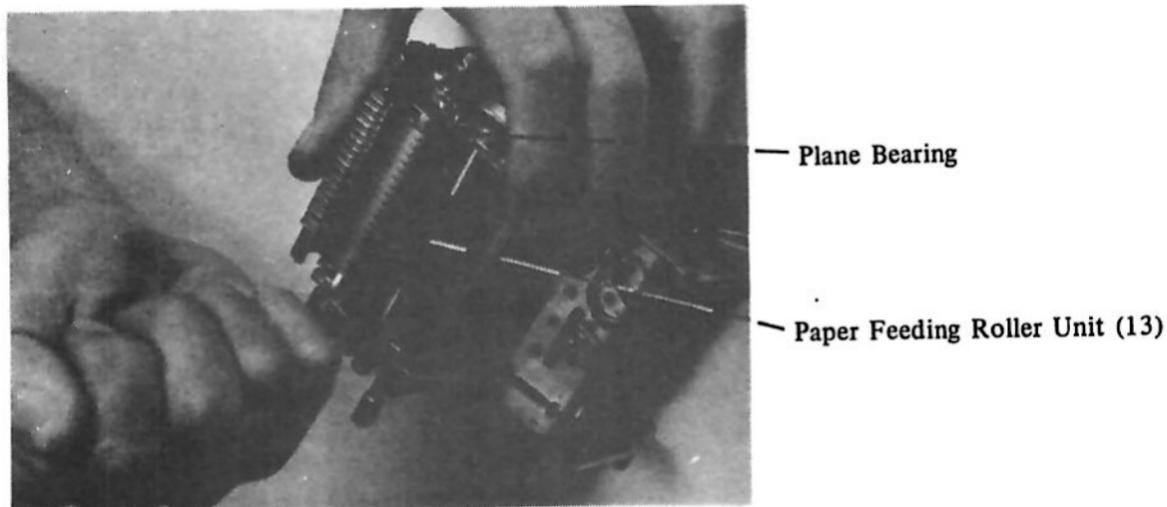

Fig. 8-22 Ausbau der Zuführrolle
1) Abdeckungen (5) und (1), Bandumschaltung (81) und Brücke (76), wie unter 1., 2. und 3. abnehmen.
2) Sprengring (14 und 16) der Zuführrolle (13) abnehmen (Fig. 8-22).
3) Die 2 Lager (15) abnehmen.	Die Lager nach außen drücken.
4) Die Zuführrolle (13) nach unten drücken und herausnehmen.
5) Achse (38) vom Antriebshebel abnehmen.
- 6) Antriebshebel (37) abnehmen.
- 7) Sprengring (73) und Scheibe (74) von der Führung des Zuführhebels (58-E) entfernen.
- 8) Zuführfeder (75) aushängen.
- 9) Zuführhebel (71) abnehmen.